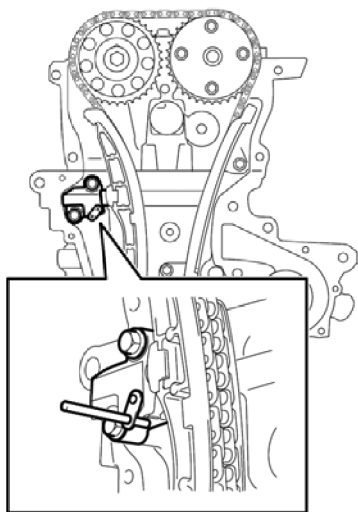

图 11-5 锁止柱塞
- ④ 将直径为 3mm 的销插入止动板孔中以锁止柱塞，如图 11-5 所示。